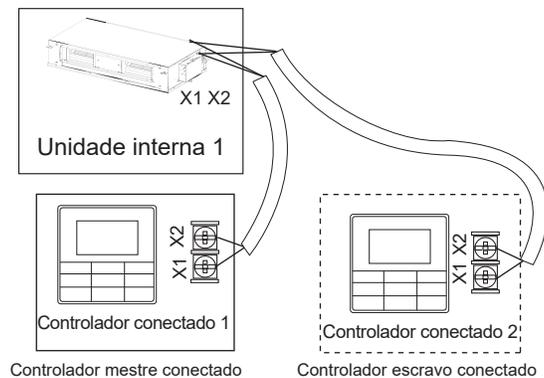

Figura 28
- Use um controlador conectado para controlar uma unidade interna ou dois controladores conectados (um mestre e um escravo) para controlar uma unidade interna (consulte a Figura 28);
- Use um controlador conectado para controlar várias unidades internas ou dois controladores conectados (um controlador mestre e um escravo) para controlar várias unidades internas (consulte a Figura 28);